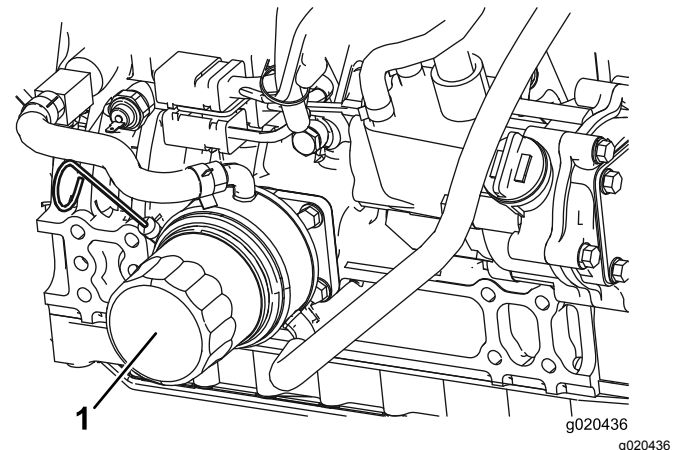

Bild 55
2. Entfernen Sie den Ölfilter (Bild 55).